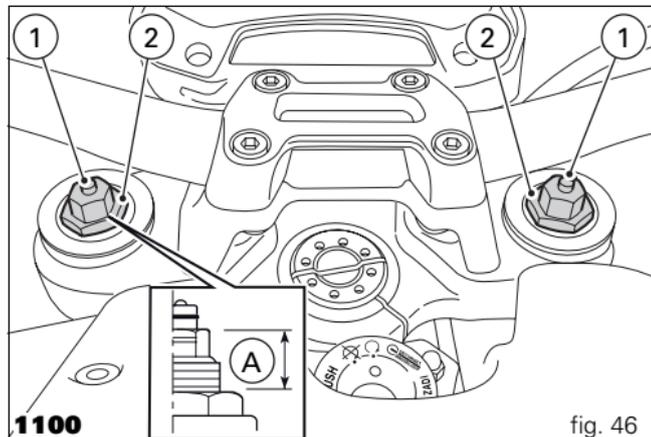
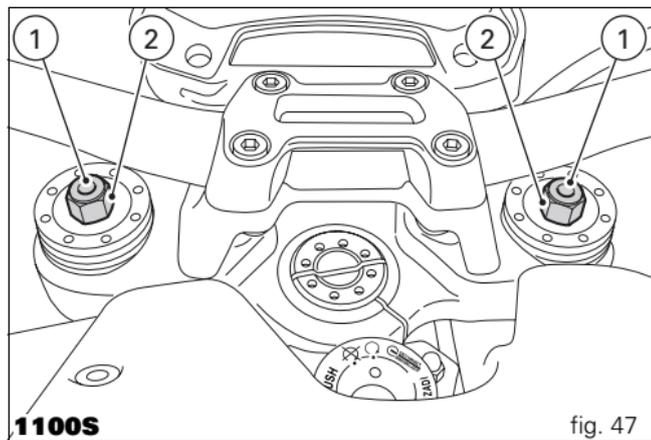

fig. 46
fig. 47
- 1) para modificar o travão hidráulico em extensão (fig. 46 e fig. 47);
- 2) para modificar a pré-carga das molas internas (fig. 46 e fig. 47);
Pré-carga da mola (A, fig. 47): 10 mm (3 voltas a partir da posição completamente aberta).
Para modificar a pré-carga da mola interna de cada haste, rode o regulador de extremidade hexagonal (2, fig. 46) com uma chave de boca sextavada de 22 mm.
Para modificar a pré-carga da mola interna de cada haste, rode o regulador de extremidade hexagonal (2, fig. 47) com uma chave de boca sextavada de 22 mm.